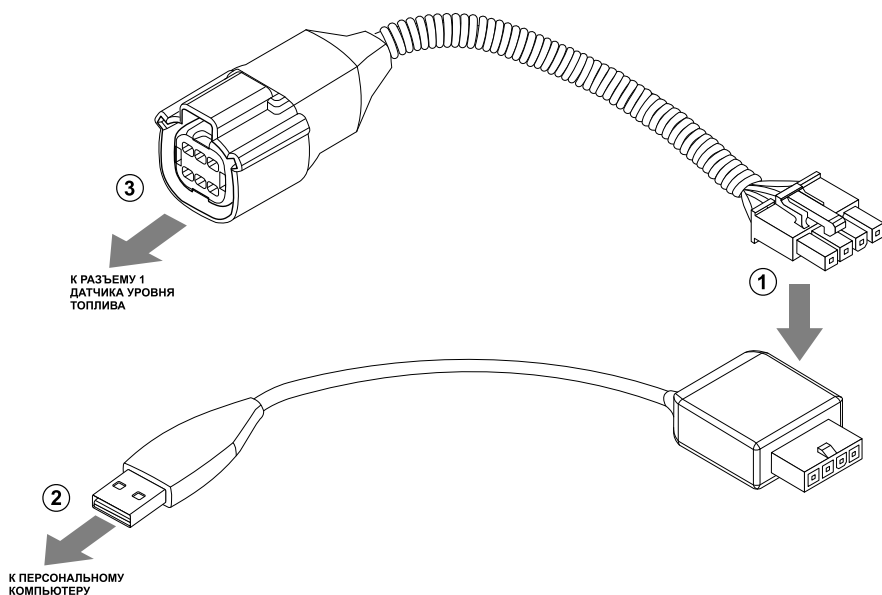

Рис.22. Подключение датчика к ПК
Первый способ предполагает подключение датчика к ПК или ноутбуку. Подключение датчика к ПК осуществляется с помощью преобразователя интерфейсов USB-RS485 (см. рис.22). Для корректной работы датчика с ПК, в операционной системе должны быть установлены драйверы на преобразователь интерфейсов.
- Подключить четырехконтактный разъем преобразователя TKLS-Prog-485 к четырехконтактному разъему переходного кабеля (Рис.22, п.1).
- Подключить USB разъем преобразователя к ПК (Рис.22, п.2).
- Подключить другой конец переходного кабеля к Разъему 1 датчика уровня топлива (Рис.22, п.3).